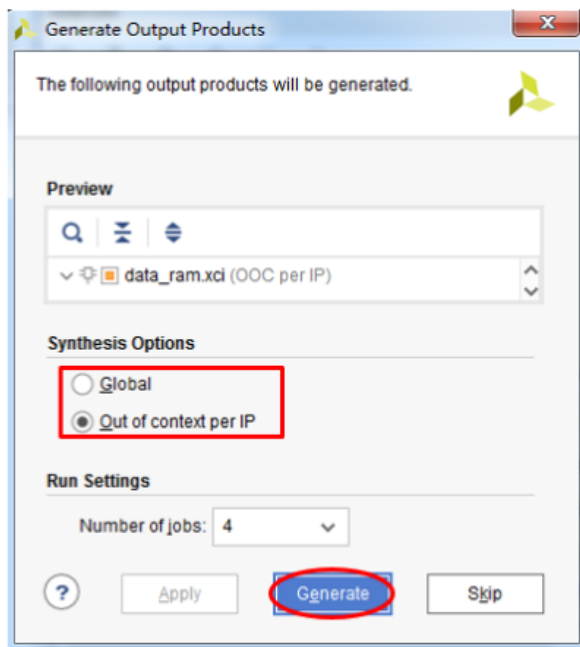

图 10: 完成 IP 核升级
(5) 在弹出的 Generate Output Product 窗口中 (如图10所示) 点击 Generate (根据需要选择 global 或 ooc 模式), 完成升级。